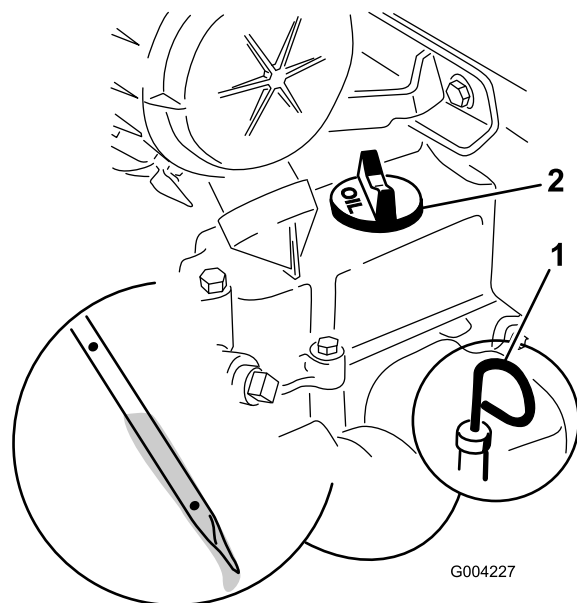

Рисунок 32
4. Очистите область вокруг масломерного щупа (Рисунок 32).
5. Вытяните масломерный щуп и вытрите металлический конец насухо (Рисунок 32).
6. Вставьте щуп в масломерную трубку до упора (Рисунок 32).
8. Если уровень масла слишком низкий (ниже отверстия в нижней части), очистите область вокруг крышки маслозаливной горловины и снимите крышку (Рисунок 32).
6. Снимите крышку маслозаливной горловины (Рисунок 32) и медленно залейте примерно 80% от указанного количества масла через крышку клапана.
9. Снимите крышку маслозаливной горловины (Рисунок 32) и медленно залейте примерно 80% от указанного количества масла через крышку клапана.